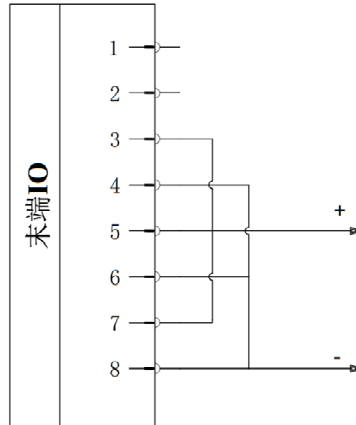

图 6-29 三针电源模式
2. 接线方法：如图 6-29，将电源线（5 灰色）与 TI1/TO1/PWR1 线（7 蓝色）和 TI3/TO3/PWR2 线（3 绿色）连接，接地线（8 红色）与 TI0/TO0/GND1 线（6 粉红色）和 TI2/TO2/GND2 线（4 黄色）连接。